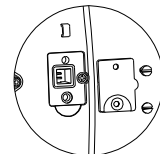

Figure 4-2. Broches LFT.
2. Démontez le couvercle de sécurité sous la balance afin d'accéder aux deux broches situées dans un logement (reportez-vous à la figure 4-2). Raccourcissez ces broches (un tournevis plat peut être utilisé), tout en mettant la balance **ON**. La balance effectuera une procédure de démarrage et l'affichage présentera ensuite l'état en cours [LFT] (LFT ARRÊT, déverrouillé) ou (LFT MARCHE, verrouillé) ; appuyez sur la touche **No** pour modifier ce réglage ou sur la touche **Yes** pour le confirmer.